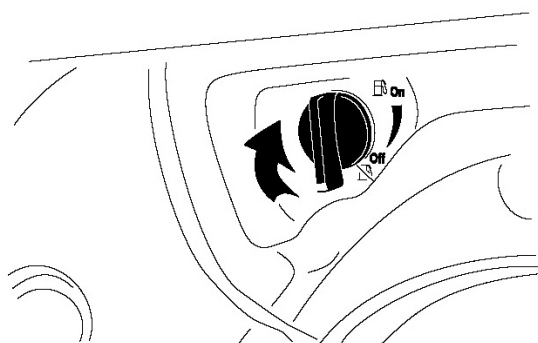

Рисунок 25.
4. Закройте краник подачи топлива, повернув его по часовой стрелке (рис. 25).